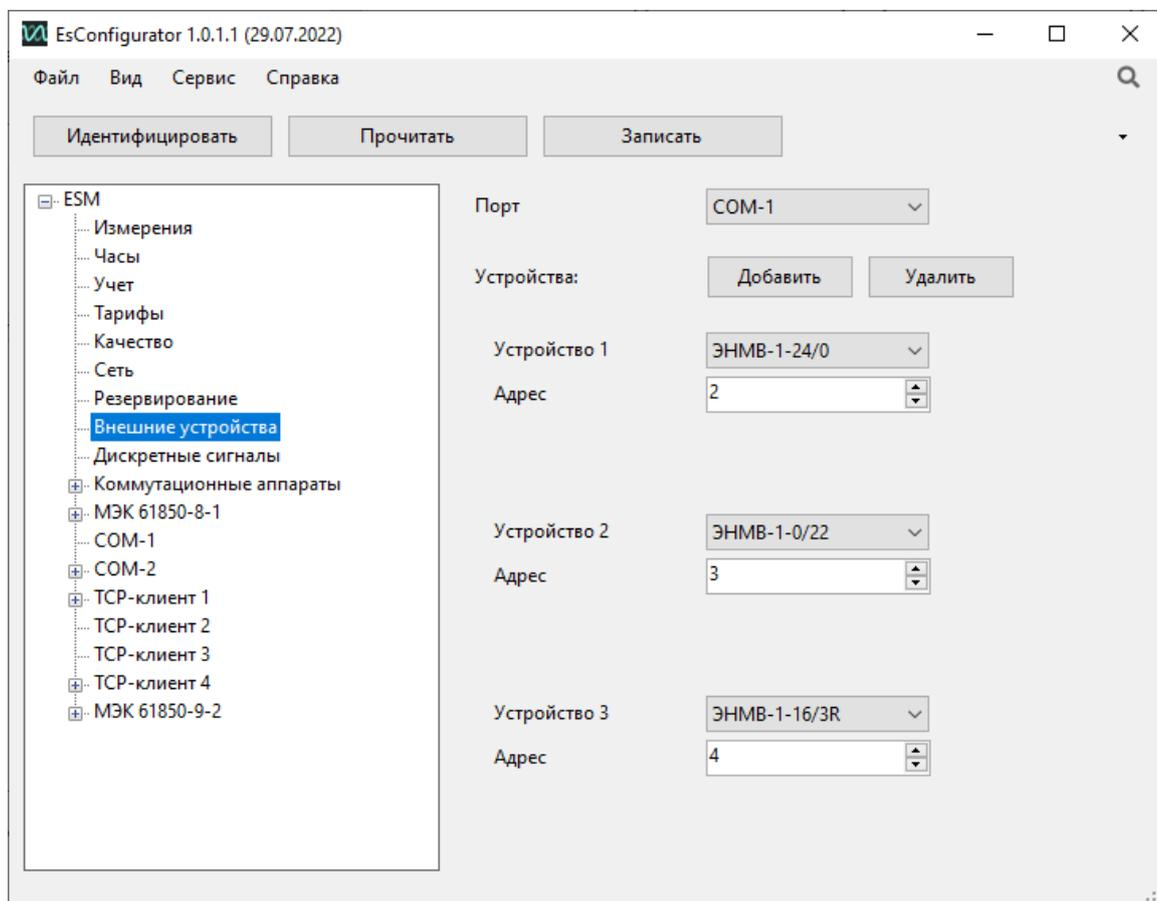

Рисунок 7.11. Вкладка настроек «Внешние устройства» ESM в ПО «ES Конфигуратор»
7.10.1 На вкладке «Внешние устройства» производится настройка подключения блоков расширения ЭНМВ (рис. 7.11):